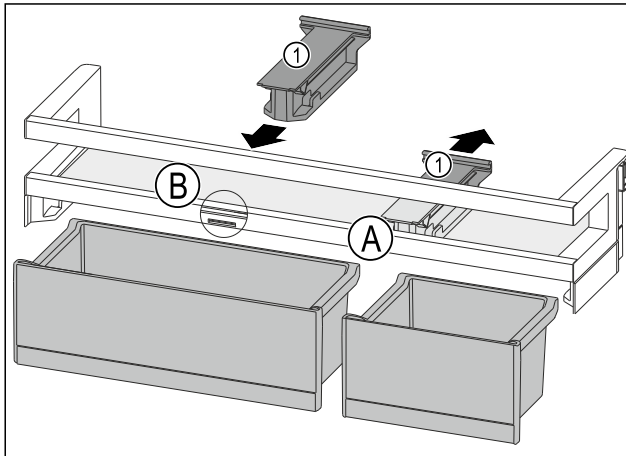

Fig. 111
- ▶ Haltebauteil Fig. 111 (1) in Position Fig. 111 (A) nach hinten abziehen.
- ▶ Haltebauteil Fig. 111 (1) in Position Fig. 111 (B) einsetzen.